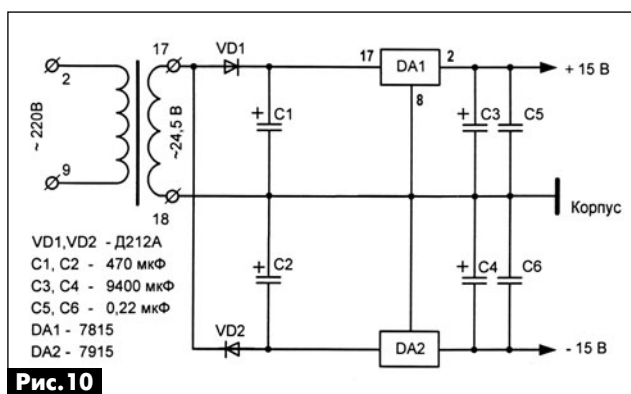

Рис.10
- блок питания ± 15 В (рис.10) для питания операционных усилителей фазопередающего звена;